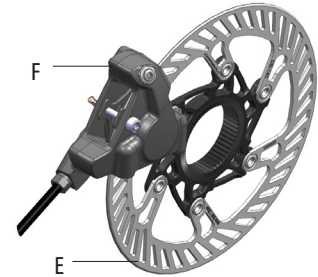

Abb.2
- Bremsscheibe (E - Fig.2)
- Bremssattel (F - Fig.2)